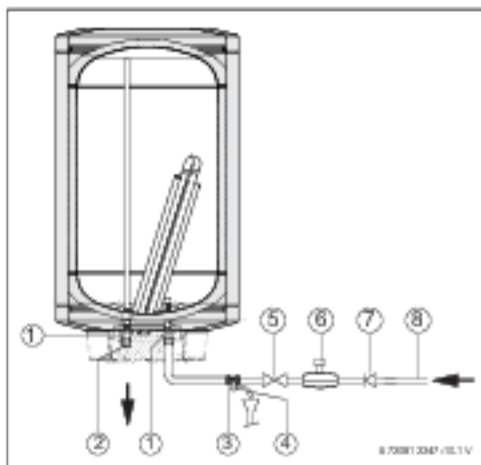

Рис. 9 Подключение воды
Для предотвращения неисправностей, вызванных неожиданными колебаниями давления в водопроводной сети, рекомендуется перед баком установить обратный клапан (рис. 9, [7]).
- ▶ Установите предохранительный клапан на подводе холодной воды к баку (рис. 9).
- ▶ Установите редуцирующий клапан (рис. 9).
- ▶ Закройте водопроводный кран (→ рис. 9).